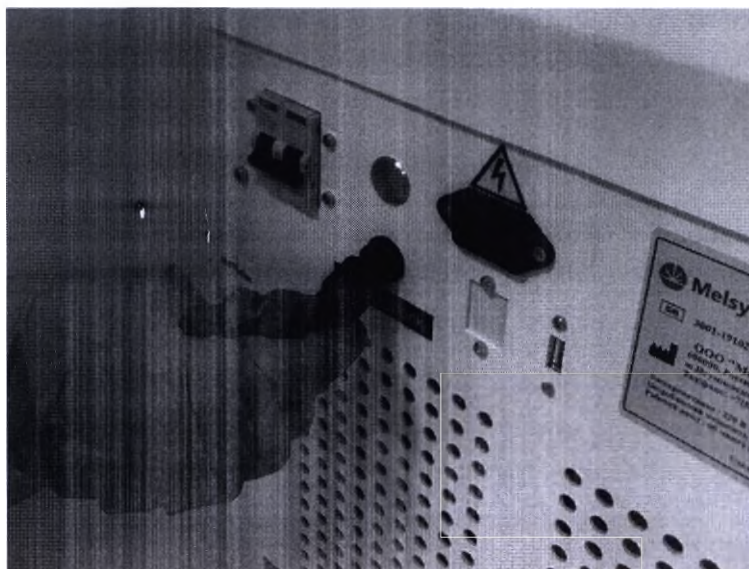

Рис.8.7 - Подсоединение разъема «Door interlock»
8.3.1. Подсоедините разъем «Door interlock» (перемычка, не является датчиком открытия двери) как показано на рис.8.7 и поверните фиксирующую гайку на разъеме по часовой стрелке.